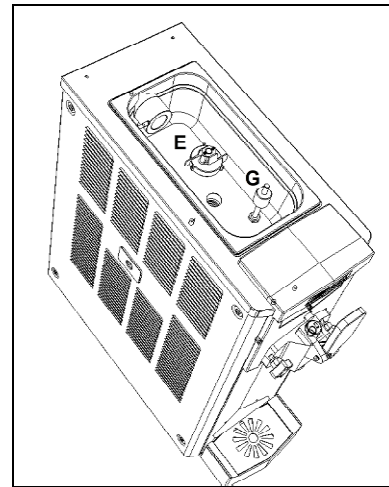

Fig. 24
- Retirer tous les composants encore présents à l'intérieur du bac supérieur qui sont indiqués en figure 24: